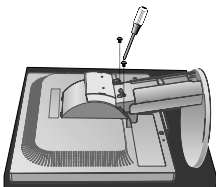

Figura S.2
3. Sistemare il monitor verso il basso su una superficie non abrasiva (Figura S.2).
4. Togliere le 2 viti che fissano il monitor al supporto. (Figura S.2).